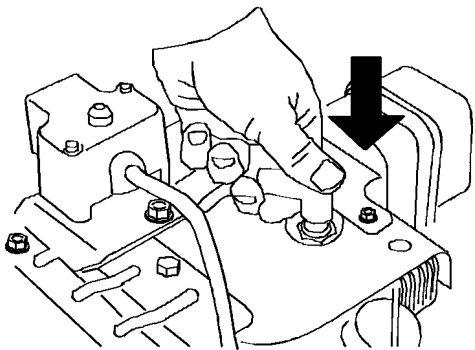

Figura 24
1. Collegate il cappellotto della candela (Figura 24).